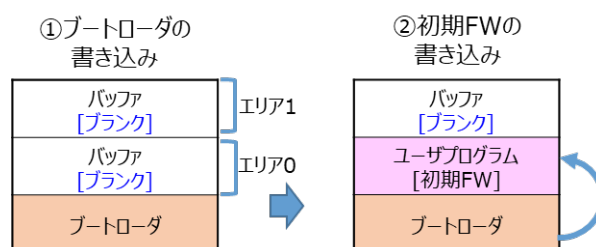

図 1-6 半面書き換え方式のファームウェアアップデートの初期設定
この2種類の初期ファームウェアをフラッシュライタ等で書き込むことで、図 1-6 の①または②の状態にすることができます。どちらから開始するかはお客様のシステムに合わせて選択してください。初期ファームウェアの詳細に関しては、5.4 と 5.5 を参照してください。